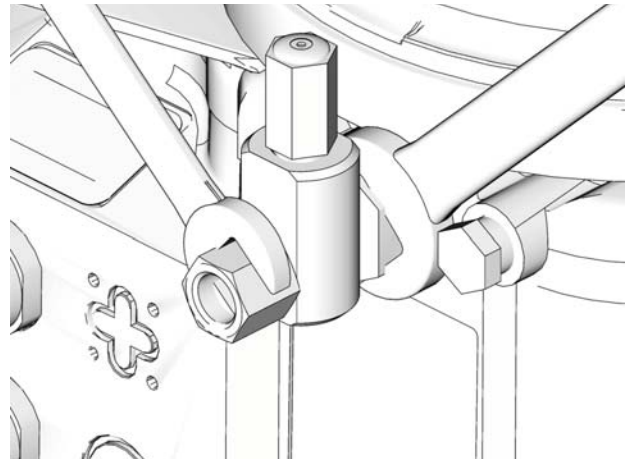

FIG. 17
1. Allentare il raccordo dell'elemento pompa (FIG. 17).
3. Stringere il raccordo dell'elemento pompa utilizzando due chiavi operanti in direzioni opposte (FIG. 17).